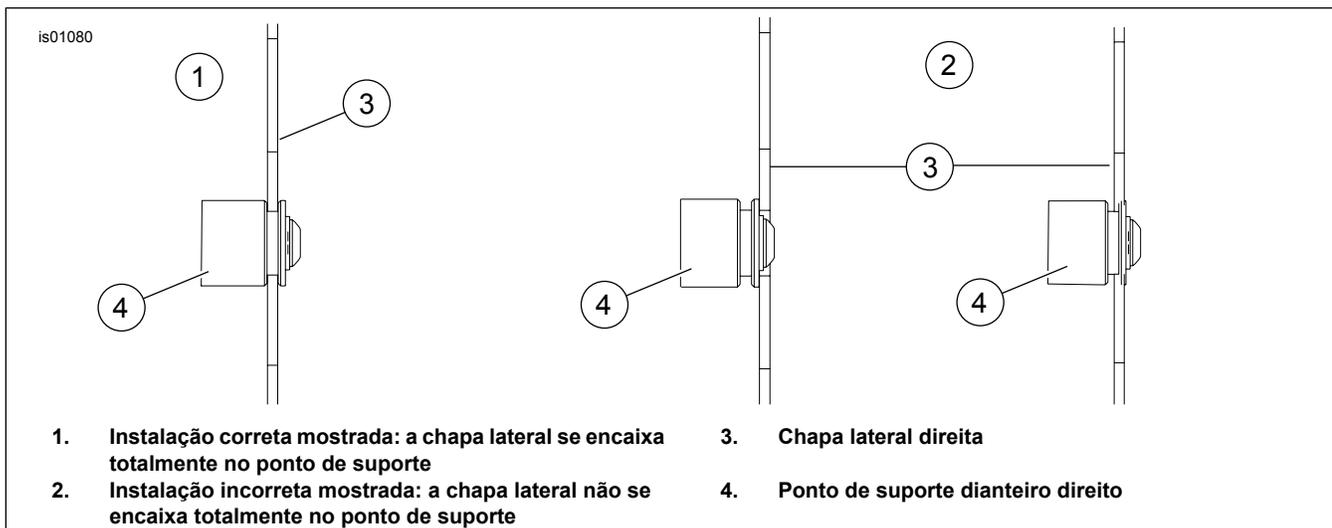
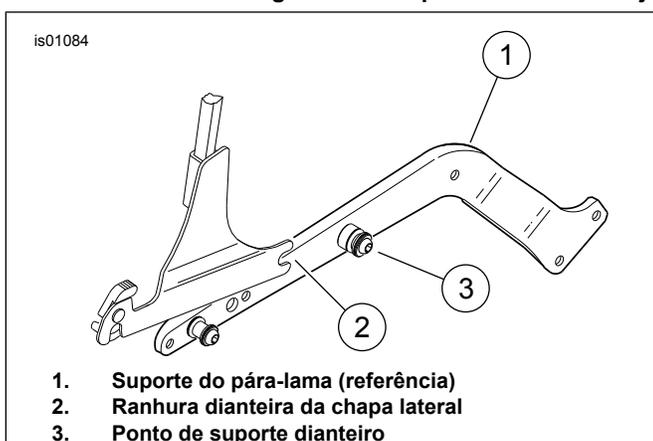
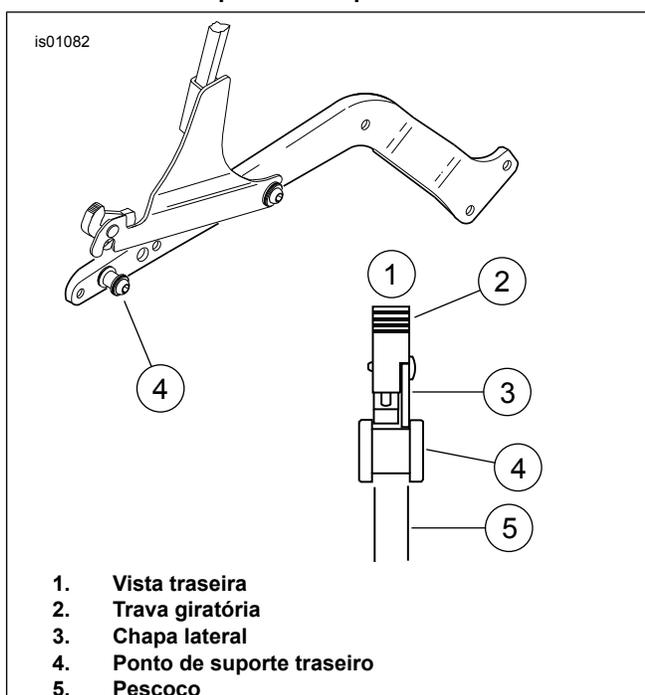
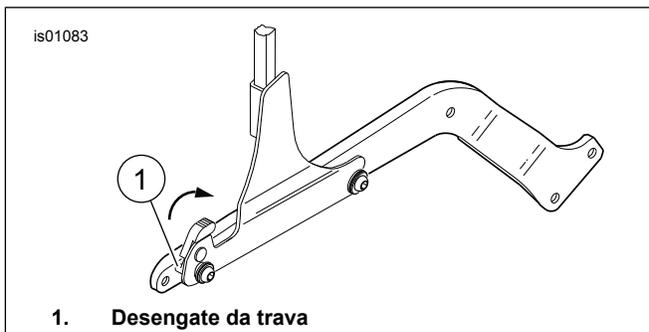

Figura 2. A chapa lateral deve se ajustar corretamente no ponto de suporte
Figura 3. Colocação das ranhuras dianteiras nos pontos de suporte dianteiros
Figura 4. Puxada para trás das travas giratórias e abaixamento da chapa lateral nos pontos de suporte traseiros
Figura 5. Fechamento das travas giratórias pressionando-as totalmente para frente.
1. Veja a Figura 2. Observe a instalação correta (1) e a incorreta (2) do encaixe da chapa lateral (3) no ponto de suporte (4).
2. Veja a Figura 3. Enquanto permanece atrás da motocicleta, coloque as ranhuras dianteiras da chapa lateral (2) nos pontos de suporte dianteiros (3) como mostrado na Figura 3. (O conjunto da chapa lateral da sissy bar nesta ilustração não é mostrado inteiramente.) Veja a Figura 2 para obter as vistas das posições de instalação correta e incorreta.
Verifique o alinhamento como descrito no passo 2 e na Figura 2. A falha em executar o alinhamento apropriado dos pontos de suporte e das chapas laterais poderá resultar em danos nos pontos de suporte traseiros.
3. Veja a Figura 4. Puxe as travas giratórias (2) para trás até o máximo possível, como mostrado na Figura 4. Posicione as travas giratórias traseiras sobre os pontos de suporte traseiros (4), certificando-se de que as travas e as chapas laterais (3) se encaixem no pescoço (5) dos pontos de suporte traseiros, como mostrado na vista traseira da Figura 4. Isto pode requerer uma pressão suave das pernas da chapa lateral.
4. Empurre para baixo e feche as travas giratórias pressionando a alavanca da trava o mais longe possível, como mostrado na Figura 5. Você escutará um clique quando a trava estiver no lugar. **Se a trava não fechar com facilidade, não force.** Verifique o alinhamento novamente, como mostrado na Figura 4 e na Figura 2.
5. Para remover as chapas laterais, pressione o botão de desengate (1) mostrado na Figura 5 e puxe a alavanca da trava giratória para trás. Levante com cuidado a parte traseira das chapas laterais e puxe-as para fora dos pontos de suporte dianteiros.